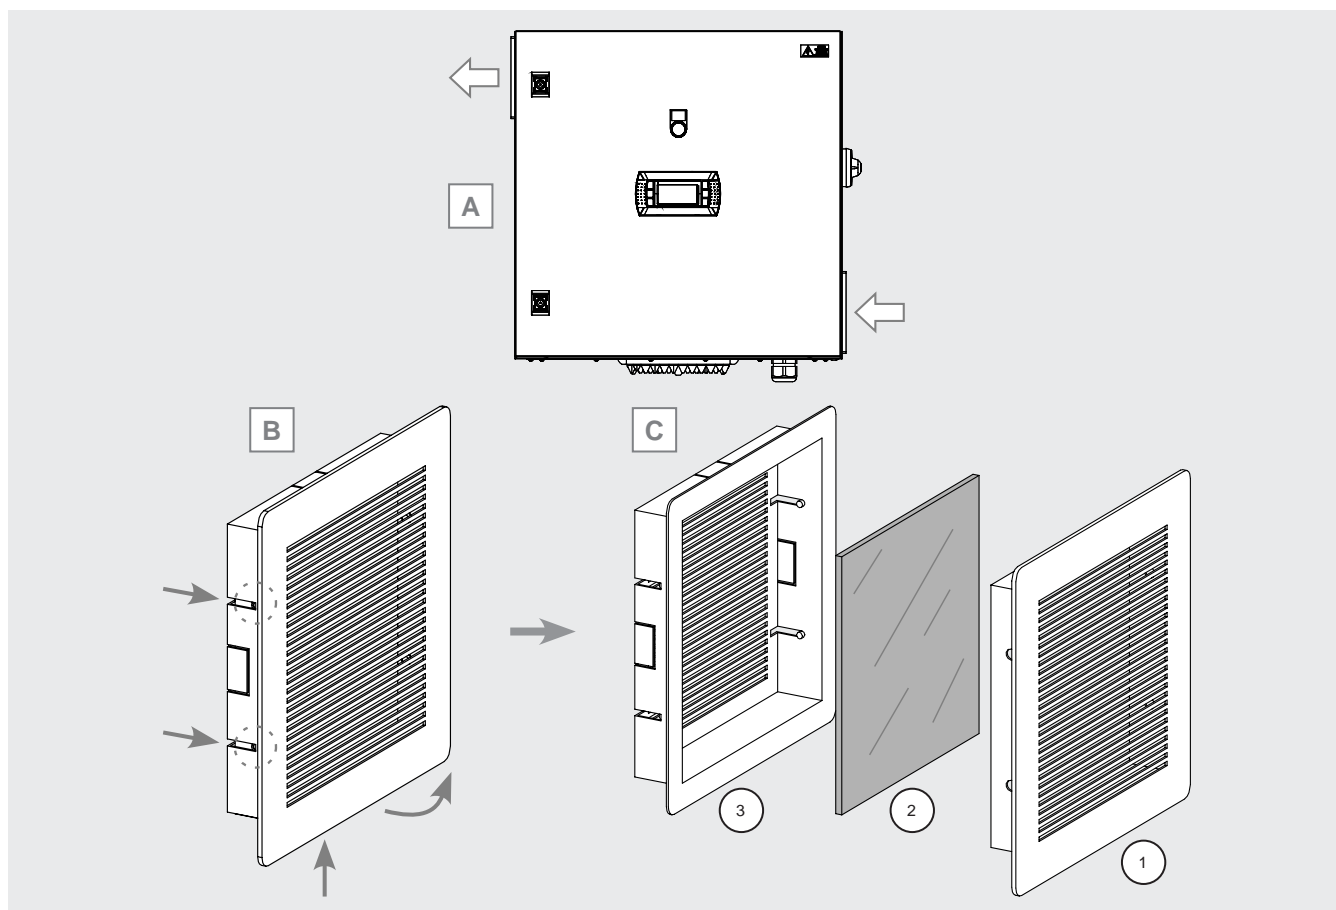

Figura 39
- Localice el punto de instalación de las rejillas de aire. La ubicación depende del tipo de centralita instalada. Consulte la documentación suministrada con el cuadro eléctrico. Como ejemplo, la rejilla de entrada de aire está en la parte inferior derecha, la rejilla de salida de aire está en la parte superior izquierda. Véase la Figura 39 A.
- Introduzca la punta de un destornillador de ranura en la muesca del perfil inferior de la rejilla (1) y levántela con cuidado. Tenga cuidado de no dañar las juntas. Si es necesario, haga palanca suavemente en las muescas laterales que fijan la rejilla al soporte (3). Véase la Figura 39 B y C.
- Retire la rejilla (1) con cuidado de no dejar caer los filtros (2) de la parte trasera. Los filtros pueden ser diferentes según el tipo de instalación. Compruebe el estado de los filtros: sustitúyalos si es necesario. Véase la Figura 39 B y C.
- Instale de nuevo la rejilla (1) y el filtro (2), teniendo cuidado de fijar (1) en las muescas laterales del soporte (3). Véase la Figura 39 B.